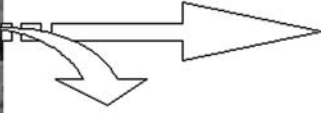

Abbildung 3
- klappen Sie den Oberdeckel des Gehäuses (den das Transportsystem zudeckt) auf (Abb. 3)